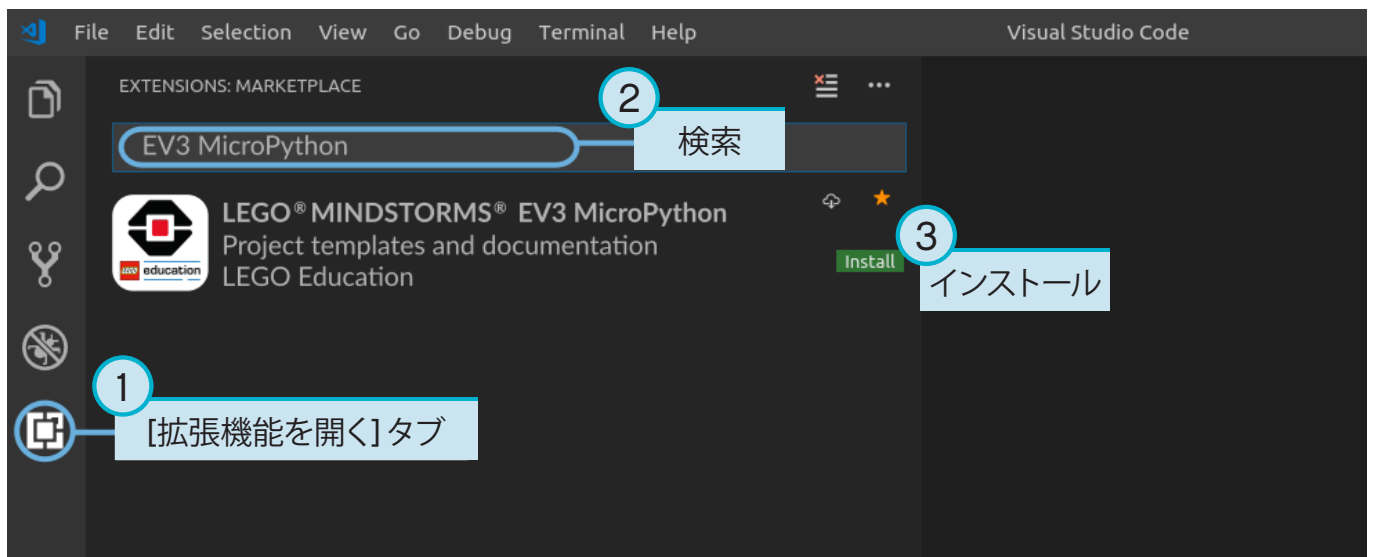

図 1.2: Visual Studio Codeマーケットプレイスから拡張機能をインストールする
5. 図 1.2 のとおり、EV3 MicroPython 拡張機能をインストールします。